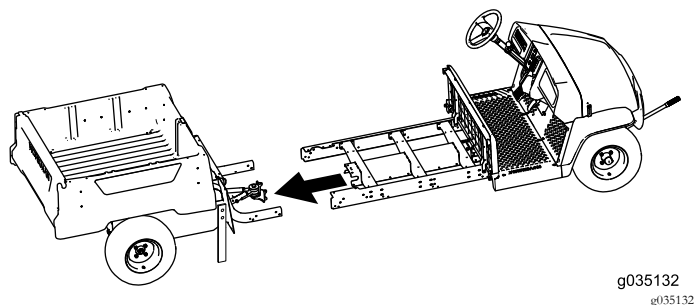

Figura 76
7. Solicite la ayuda de otra persona para que le ayude a juntar las secciones delantera y trasera de la máquina (Figura 76).